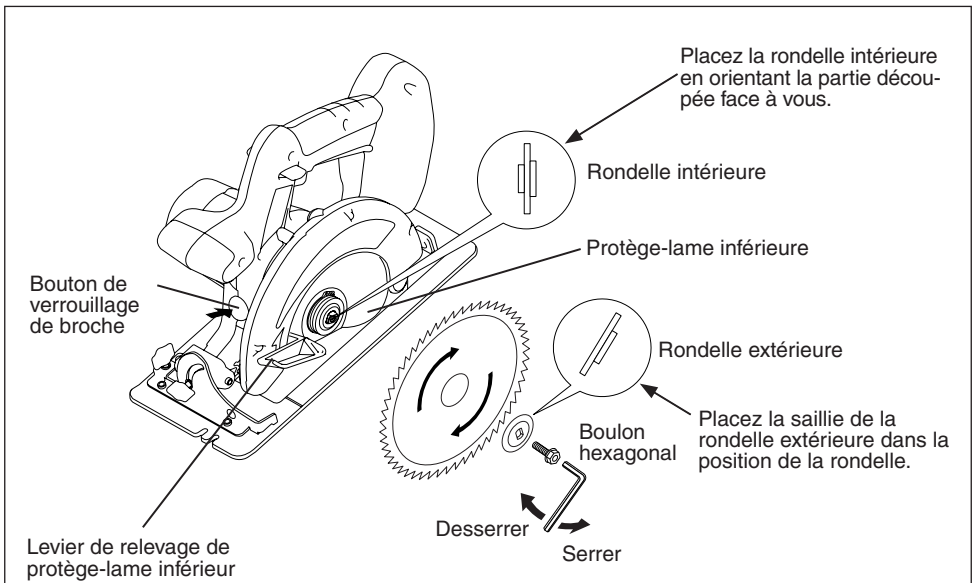

Fig. 14
Procéder suivant les étapes indiquées ci-dessous: (Voir la fig. 14)
4. Remonter la lame de scie en procédant de la façon illustrée (Voir la fig. 14). Veiller à ce que les deux flèches de sens de rotation de la lame et la flèche de sens de rotation du protecteur supérieur de lame de scie sont orientées dans la même direction.